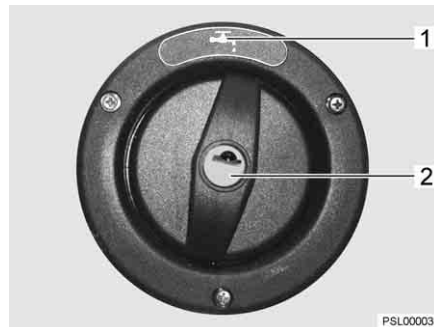

Bild 53 Verschlussdeckel für Trinkwasser-Einfüllstutzen
▷ Der Trinkwasser-Einfüllstutzen ist mit dem Symbol "☕" (Bild 53,1) gekennzeichnet.
**Öffnen:** ■ Schlüssel in Schließzylinder (Bild 53,2) stecken und entgegen dem Uhrzeigersinn drehen.